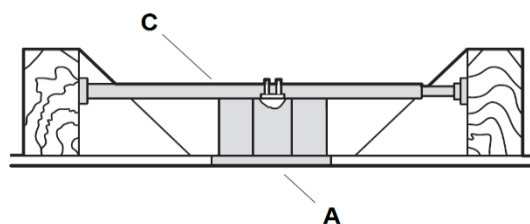

Fig. 5
Para colgar el ventilador donde ya hay un accesorio pero no hay viga de techo, podría necesitar una barra de cuelgue (C) como se ilustra en la Fig. 5. Asegúrese de que la barra de cuelgue que compra sea apta para utilizarse con ventiladores de techo.